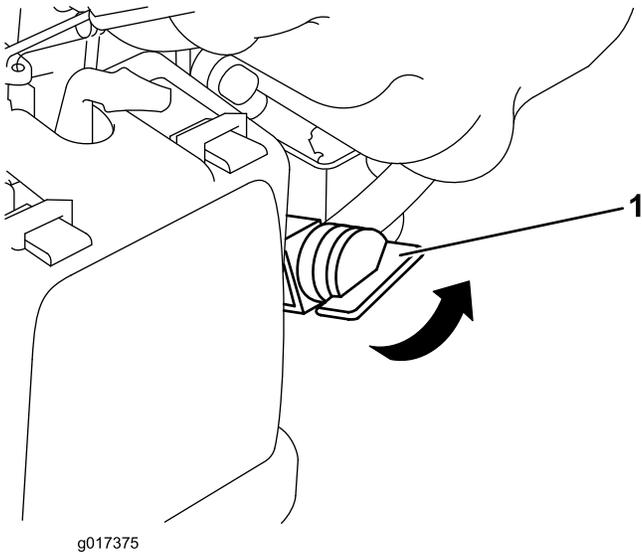

Figura 12
2. Girate la valvola del carburante in posizione On (Figura 12).